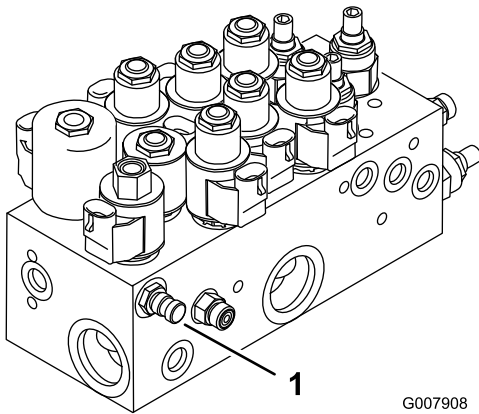
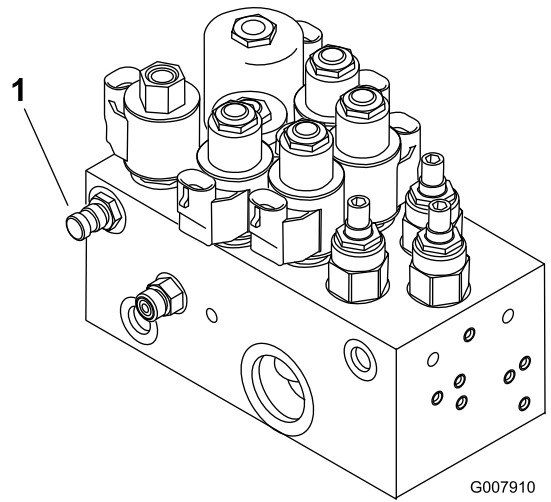

図 77
図 78
1. テストポートA (図 77 と 図 78) は、昇降シリンダの故障探究用です。